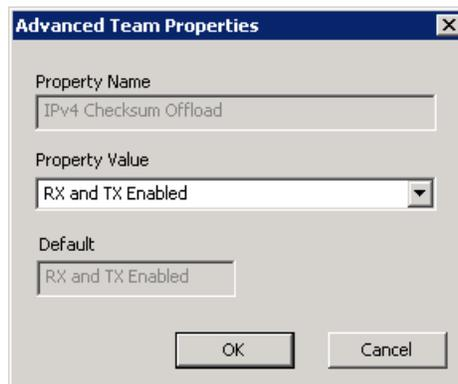

Figure 3-10. Modification des propriétés d'association avancées
3. Dans la boîte de dialogue **Advanced Team Properties** (Propriétés d'association avancées) (voir Figure 3-10), définissez une nouvelle **Property Value** valeur de propriété et cliquez sur **OK**.